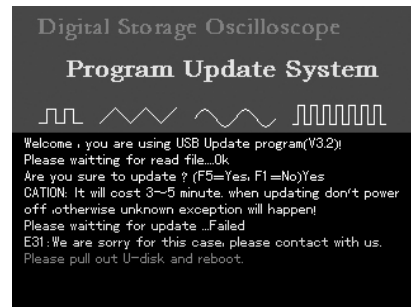

图5-16
11、升级时，用户在更新程序时，出现未知错误，将出现图5-16所示，提示“非常抱歉，程序更新失败，请阅读用户手册，与我们联系，拔掉U盘，重启示波表”。